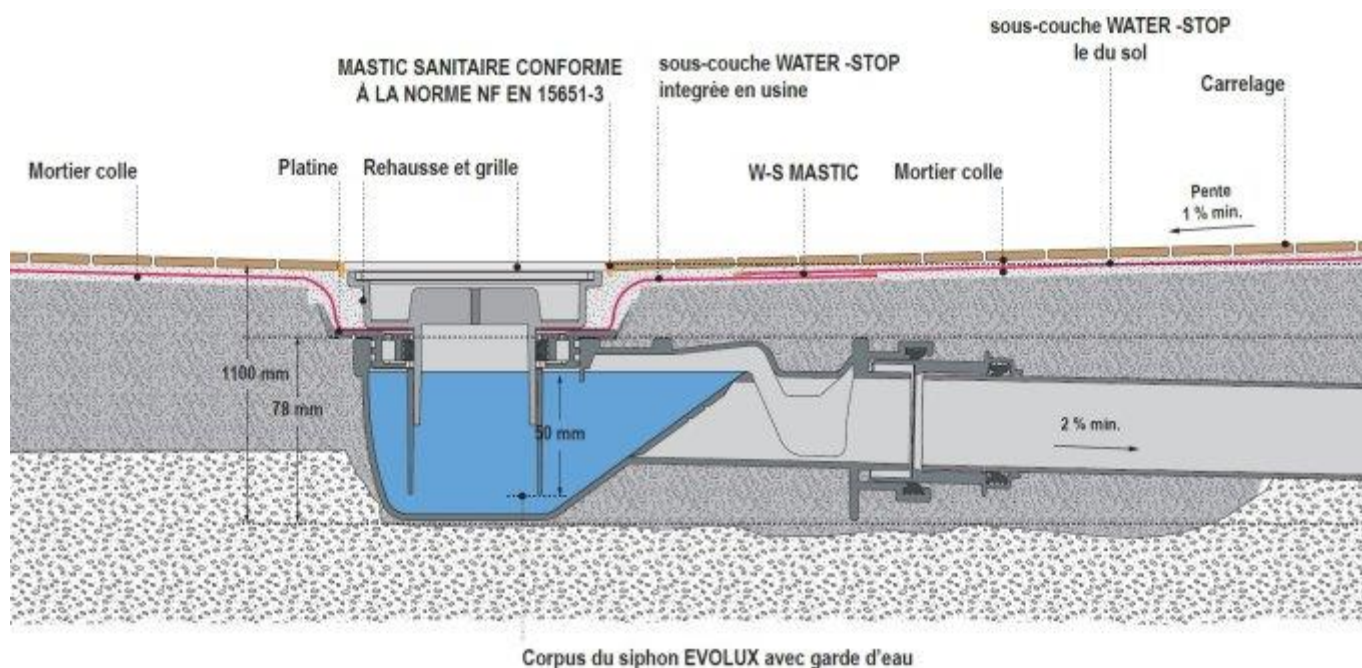

Figure 6a – Traitement d'un plancher avec les systèmes EVOLUX
- Procédé EVOLUX (figures 6a et 6b) :